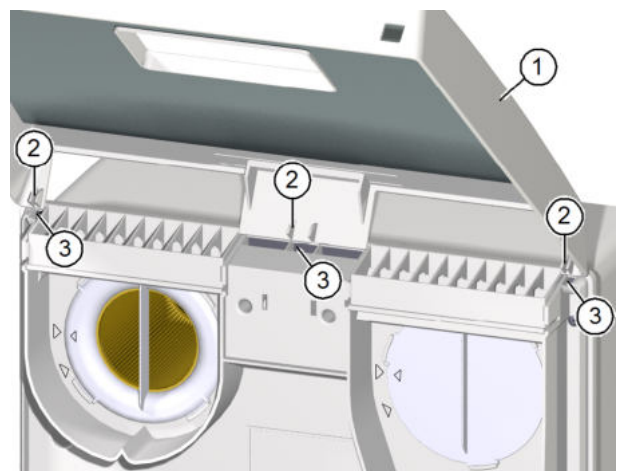

Abb. 20: Deckel auf Lüftungsgerät aufsetzen
- ▶ Fassen Sie den Deckel (Pos. 1 in Abb. 20) des Lüftungsgerätes mit beiden Händen und neigen Sie die Oberkante des Deckels in Richtung Lüftungsgerät.
- ▶ Setzen Sie die Nasen (Pos. 2 in Abb. 20) des Deckels in die Öffnungen (Pos. 3 in Abb. 20) an der Oberseite des Lüftungsgerätes ein.